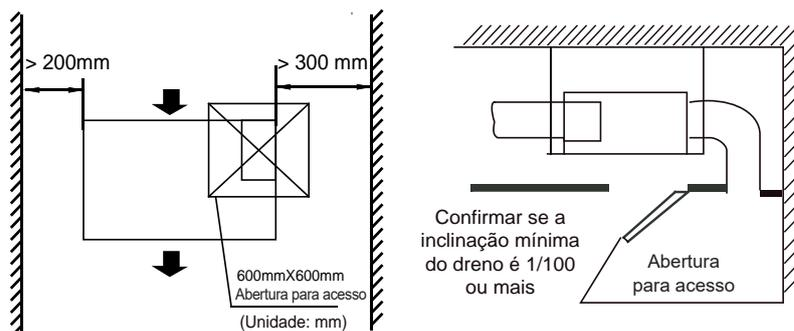

Figura 2.1
3. O espaço necessário para a instalação (unidade: mm) é mostrado na Figura 2.1: